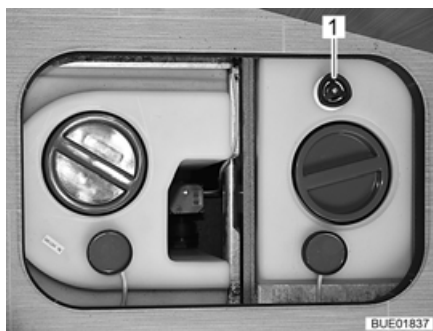

Bild 192 Vattentank med ratt
- Vrid ratten (Bild 192,1) på vattentanken medurs till stoppläget.
- Vrid ratten (Bild 192,1) på vattentanken moturs till motståndet. Vattnet rinner ut till en återstående mängd på 20 l.